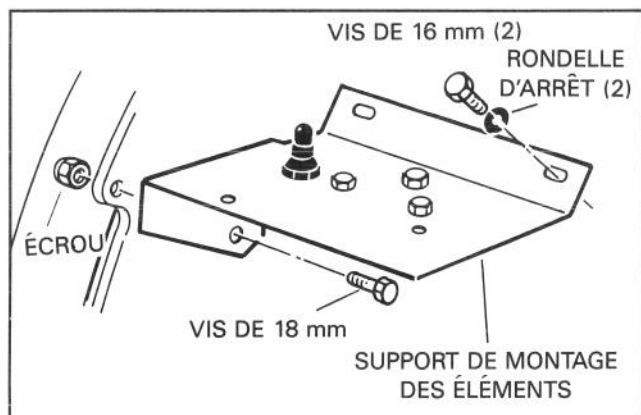

Figure 13
22. Posez le support de montage des éléments sur le moteur à l'aide d'une vis de 16 mm et d'une rondelle d'arrêt (fig. 13).